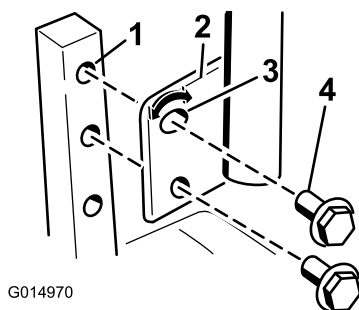
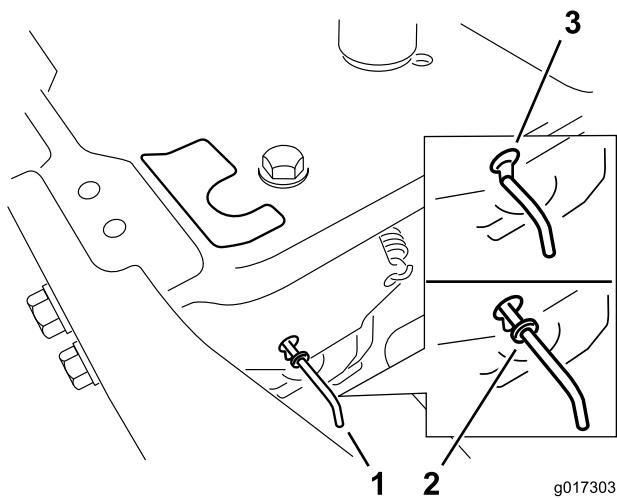

Figura 23
Figura 24
1. Retire los 2 pernos que fijan la palanca de control al brazo de la palanca ().Figura 23
2. Mueva la palanca al juego de taladros siguiente. Fije la palanca con los 2 pernos ().Figura 23
2. Afloje el perno inferior lo suficiente para poder desplazar hacia adelante o hacia atrás la palanca de control (Figura 23). Apriete ambos pernos para fijar el control en la posición nueva.
4. Mueva las palancas de desvío hacia adelante a través del orificio y hacia abajo para bloquearlas en esa posición, según se muestra en la Figura 23 Figura 24. Asegúrese de hacer lo mismo con cada palanca.
Mueva las palancas de desvío hacia atrás a través del orificio y hacia abajo para bloquearlas en esa posición, según se muestra en la Figura 24. Asegúrese de hacer lo mismo con cada palanca.